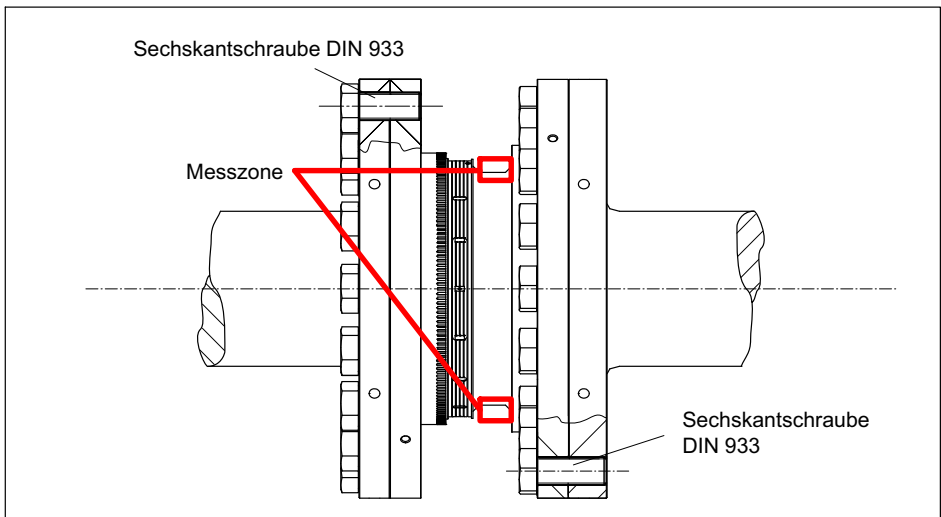

Abb. 5.5 Verschraubung des Rotors
Achten Sie darauf, dass während der Montage die in Abb. 5.5 markierte Messzone nicht beschädigt wird, z. B. durch Abstützen oder Anschlagen von Werkzeugen beim Anziehen der Schrauben. Dies kann den Aufnehmer beschädigen und damit zu Fehlmessungen führen oder sogar zerstören.
2. Verwenden Sie für die Verschraubung des Flanschs (siehe Abb. 5.5) Sechskantschraube DIN 933 in geeigneter Länge (abhängig von der Anschlussgeometrie, siehe Tab. 5.1 auf Seite 24).